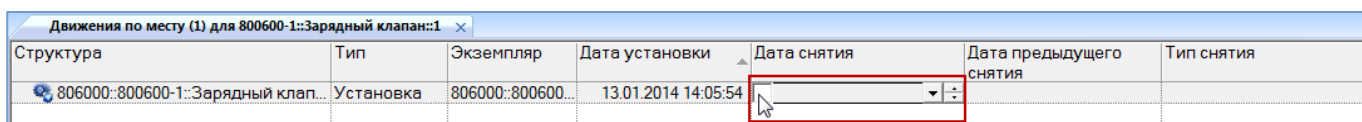

Рис. 13-142 – Навести курсор мыши в начало поля «Дата снятия» для актуального движения
4) В открывшемся окне связанных объектов «Движения по месту» выбрать актуальное движение экземпляра ПКИ, и навести курсор мыши в начало поля «Дата снятия» (рис. 13-142).